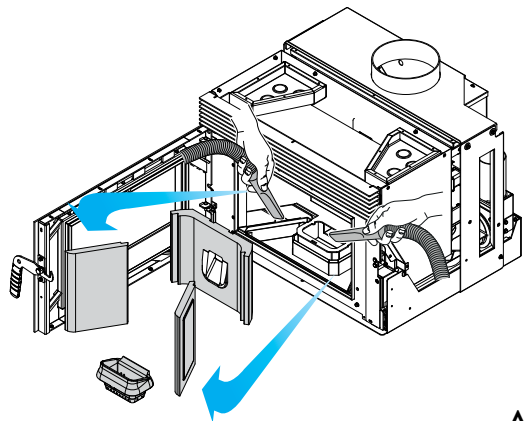

Abb. 7.15
- C) Die inneren Platten aus dem Brennraum entfernen und die verbleibende Asche absaugen (Abbildung 7.15). Mindestens das einmal im Monat oder bei allen 300 kg verbrannten Pellets durchzuführen.